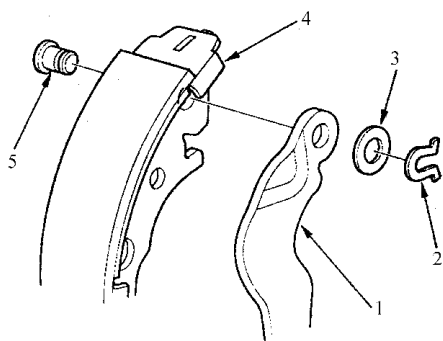

图 8-46 拆卸销轴
6) 如图 8-46 所示，拆卸 U 形夹、波形垫圈和转向主销，从制动蹄上分离驻车制动杆。